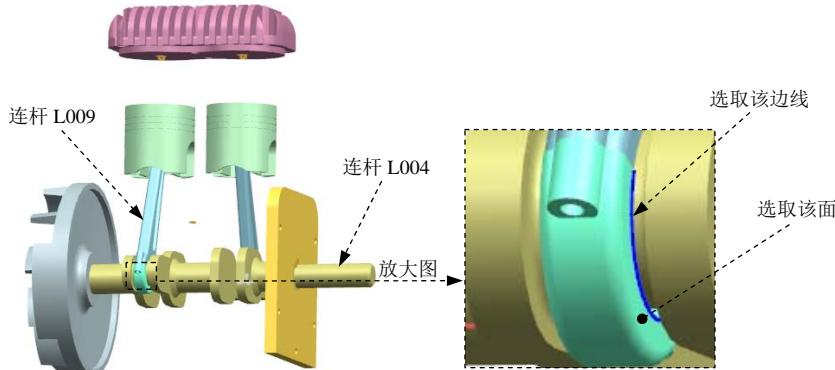

图 10.4.20 定义共线连接 (二)
(1) 选择连杆。选取图 10.4.20 所示的连杆 L009。
(2) 定义原点及矢量。在“运动副”对话框的  **指定原点** 下拉列表中选取“圆弧中心” 选项，在模型中选取图 10.4.20 所示的圆弧为定位原点参照；选取图 10.4.20 所示的面作为矢量参考面。
(3) 添加啮合连杆。在“运动副”对话框的**基本**区域中选中 **啮合连杆**复选框，单击**选择连杆 (0)**，选取图 10.4.20 所示的连杆 L004。
(4) 定义啮合连杆原点及矢量。在“运动副”对话框**基本**区域的 **指定原点**下拉列表中选取“圆弧中心” 选项，在模型中选取图 10.4.20 所示的圆弧为定位原点参照；选取图 10.4.20 所示的面作为矢量参考面。
(5) 单击**确定**按钮，完成第八个运动副的添加。